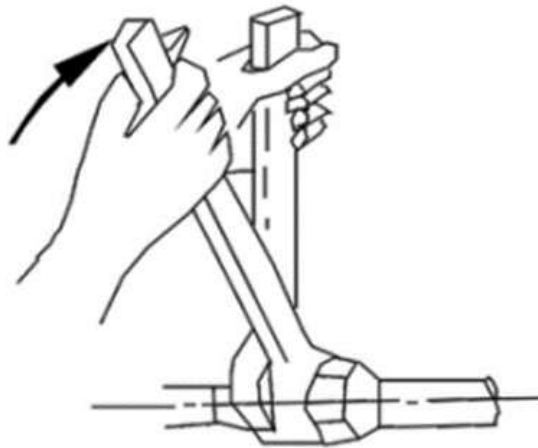

Figura 6
- Al conectar las tuberías de entrada y salida de agua, utilice dos llaves para tubos para ajustar las dos partes de las tuberías y asegúrese de que las tuberías de entrada y salida de agua no se tuerzan (consulte la Figura 6).